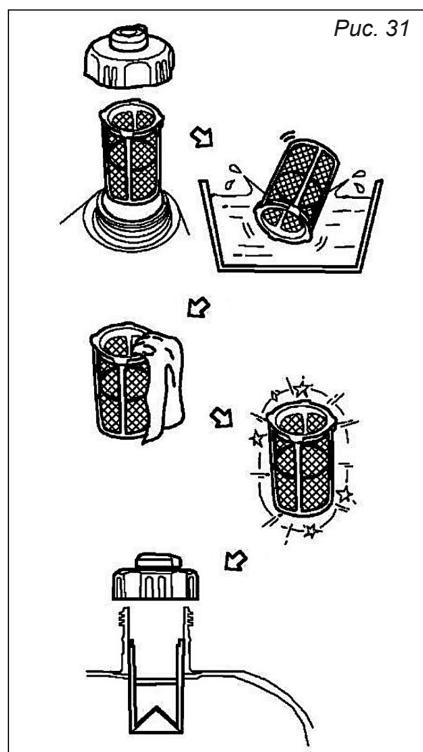

Рис. 31
9.6. Фильтр топливного бака (рис. 31)